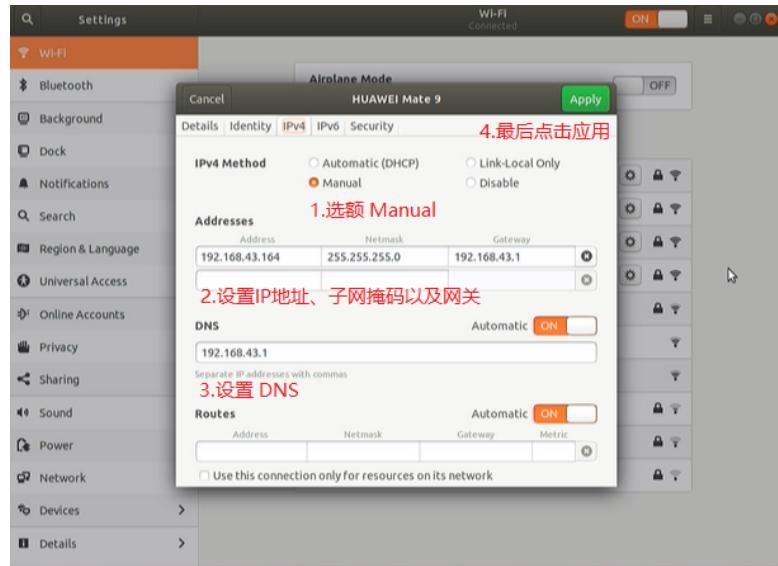

图 8.23: 树莓派配置静态 IP 步骤 2
3. 为树莓派配置静态 IP, 具体操作如图 8.22 与图 8.23 所示.